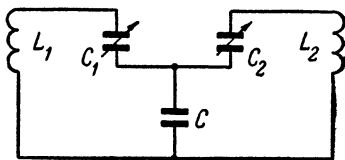
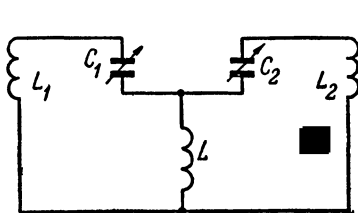

Рис. 117. Фильтр с общим емкостным сопротивлением.
Рис. 118. Фильтр с общим индуктивным сопротивлением.
**Л.** — Чаще всего применяется емкостное (рис. 117) и реже — индуктивное сопротивление (рис. 118).